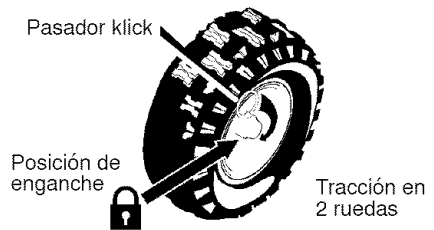

Figura 56
1. La rueda del derecho va asegurada al eje por medio de un pasador de enganche (**pasador klick**). Esta unidad fue despa-chada con el pasador en la **posición de enganche** (a través del agujero de la rueda). Figura 56.